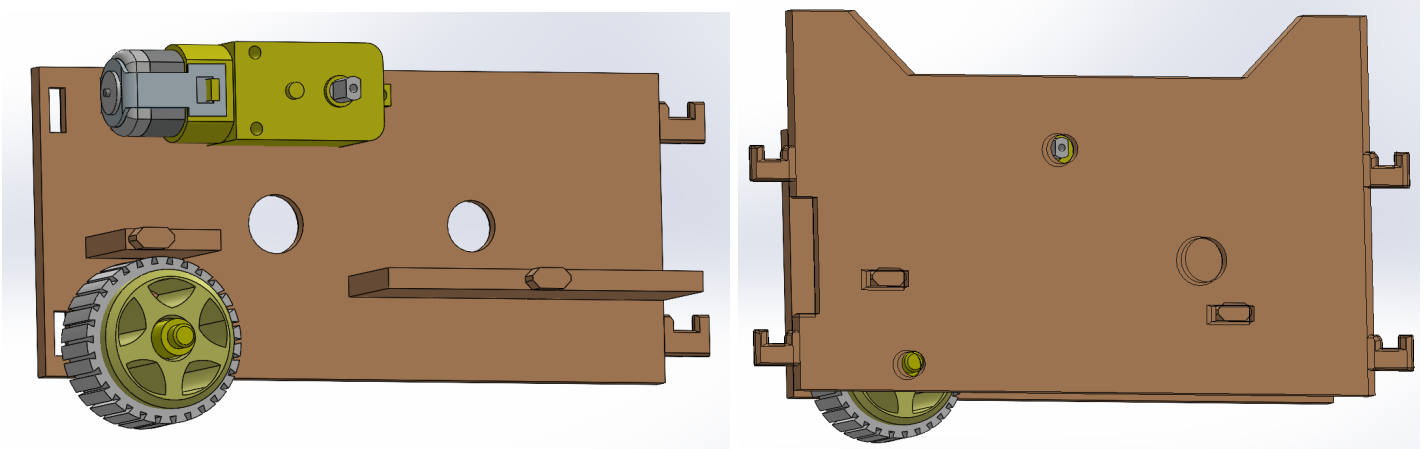

FIGURE 2
ÉTAPE 2 : Dans cette étape, nous prenons la pièce résultante de l'ÉTAPE 1 ainsi que l'axe portant le numéro 17, le long du mur portant le numéro 1, ainsi que les deux entretoises numérotées 16 et 22, nous prenons également le moteur numéroté 6, nous plaçons toutes ces pièces sur le mur portant le numéro 1 comme on peut le voir dans la figure 2, puis nous le fermons en utilisant le mur portant le numéro 7.